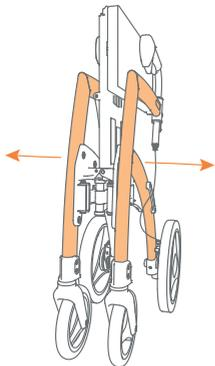

Figura 7: aprire tirando il telaio verso l'esterno.
- Separare i lati del telaio del Rollz Motion fino a quando non è quasi completamente aperto (**Figura 7**).